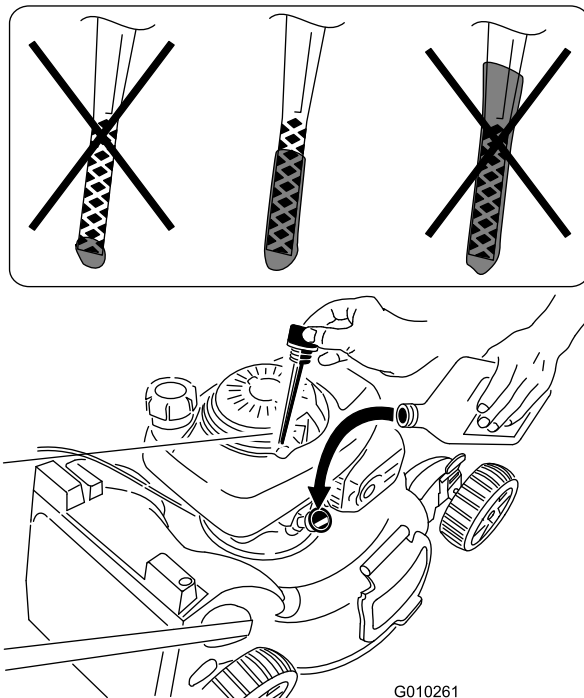

Figure 13
1. Retirez la jauge, essuyez-la sur un chiffon propre puis remettez-la dans le goulot de remplissage, **sans la visser** (Figure 13).
2. Sortez de nouveau la jauge et contrôlez le niveau d'huile (Figure 13).
S'il n'y a pas de trace d'huile sur la jauge, versez de l'huile **avec précaution** dans le tube de remplissage, en vérifiant régulièrement le niveau sur la jauge, jusqu'à ce que la jauge indique que le moteur est plein, comme illustré (Figure 13). Attendez 3 minutes après avoir fait l'appoint d'huile avant de contrôler le niveau d'huile avec la jauge. **Ne remplissez pas excessivement.** (Remplissage max. : 0,55 l (0,58 quart), type : huile détergente SAE 30 de classe de service API SH, SJ, SL ou supérieure.)